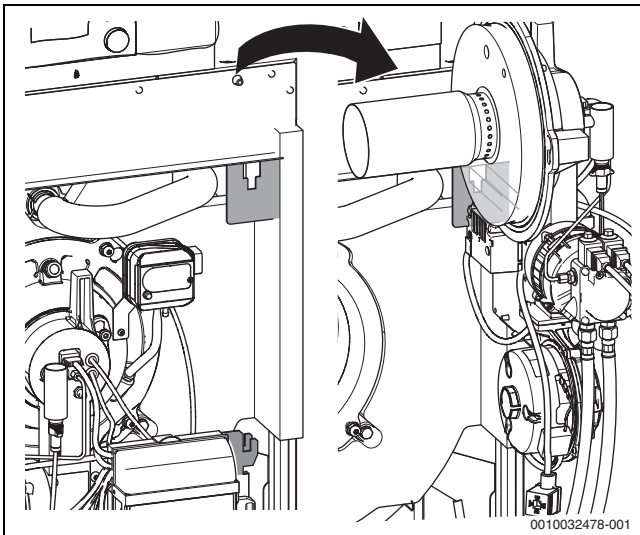

Bild 74 Brenner komplett in Serviceposition 1
- ▶ Brenner komplett herausnehmen und in Serviceposition einhängen (→Bild 74).